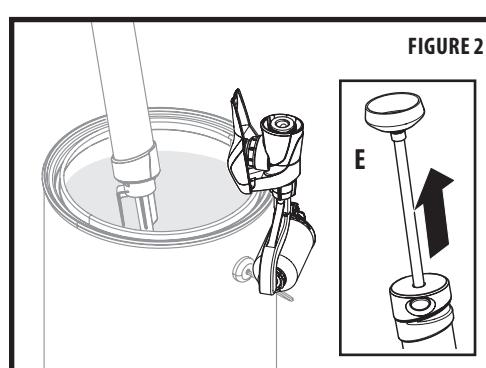

FIGURE 2
4. With the end of the fill adapter in the paint, pull back on the handle (e) to fill the paint tube (figure 2).
**Note:** The roller arm assembly can hang from the side of the paint container when refilling (figure 2).
4. Avec le bout de l'adaptateur de remplissage dans la peinture, tirez sur la poignée (e) pour remplir le tube de peinture (figure 2).
**Remarque :** L'ensemble du bras du rouleau peut s'accrocher sur le côté du récipient de peinture pendant le remplissage (figure 2).